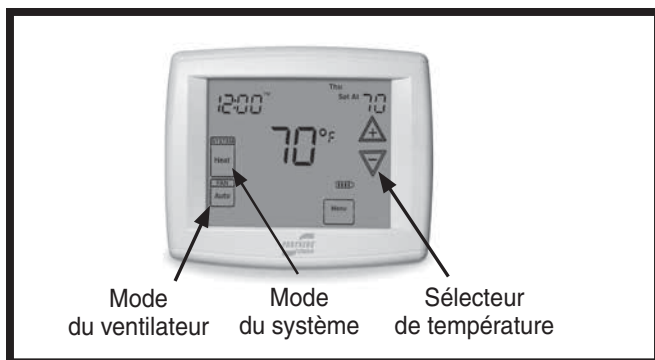

Figure 1. Thermostat numérique
1. Réglez le commutateur du thermostat sur le mode du système sur COOL ou AUTO et le mode du ventilateur sur AUTO. Voyez la Figure 1.
1. Réglez le commutateur du thermostat sur le mode du système sur HEAT ou AUTO et le mode du ventilateur sur AUTO. Voyez la Figure 1.
1. Réglez le commutateur du thermostat sur le mode du système sur AUTO et le mode du ventilateur sur AUTO. Voyez la Figure 1.
On utilise généralement le ventilateur intérieur en continu pour faire circuler l'air ambiant et régulariser les écarts de température causés par le rayonnement du soleil, une présence accrue de personnes ou l'utilisation d'équipement mécanique. Réglez le mode du ventilateur du thermostat sur ON (Figure 1). Le ventilateur intérieur démarrera immédiatement et continuera de fonctionner jusqu'à ce qu'il soit réglé sur AUTO.
Régler le mode du thermostat sur la position d'arrêt (OFF) et le commutateur du ventilateur du thermostat sur AUTO (voir la Figure 1). **REMARQUE :** Le système ne fonctionnera pas, peu importe les réglages du sélecteur de température.